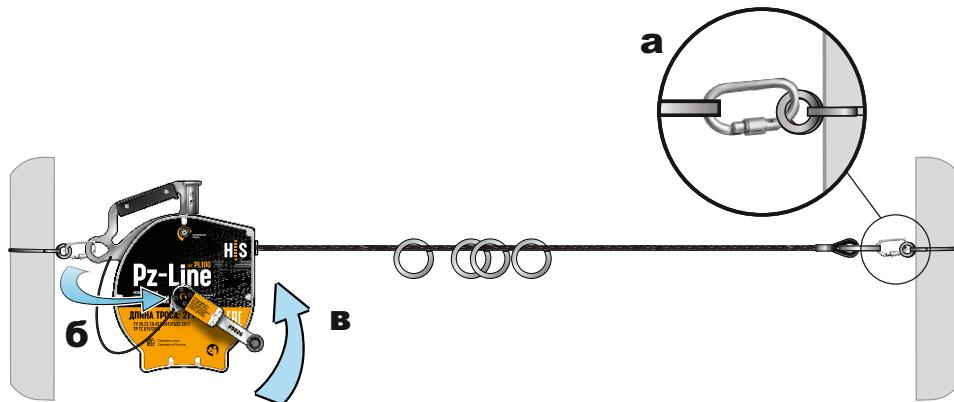

Рис. 19 Преднатяжение анкерной линии.
7. Присоединить свободный конец троса к предустановленной анкерной петле на второй опоре при помощи карабина (рис. 19а).
8. Присоединить ручку натяжения троса к среднему штифту (рис. 19б). Выполнить преднатяжение троса анкерной линии, вращая ручку натяжения троса против часовой стрелки (рис. 19в).